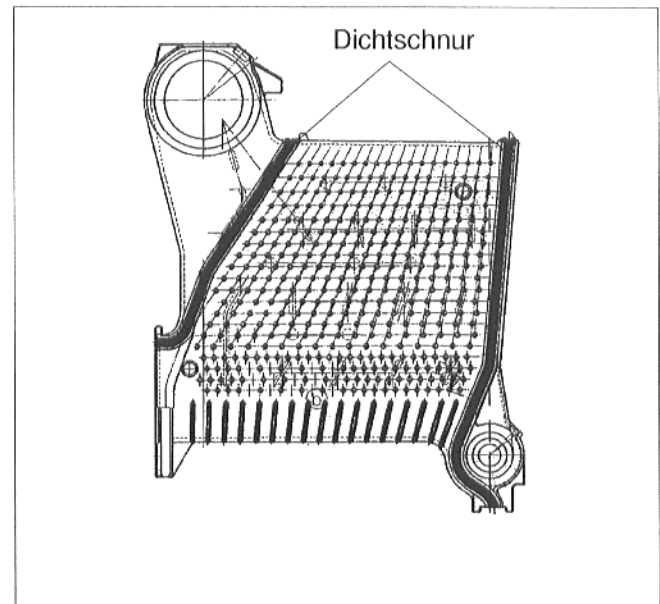

Abb.5
- In die Dichtnut zwischen den Gliedpaaren ist mit einem Pinsel einseitig Haftgrund aufzutragen und die Dichtschnur in die Nut aufzukleben (Abb. 5).